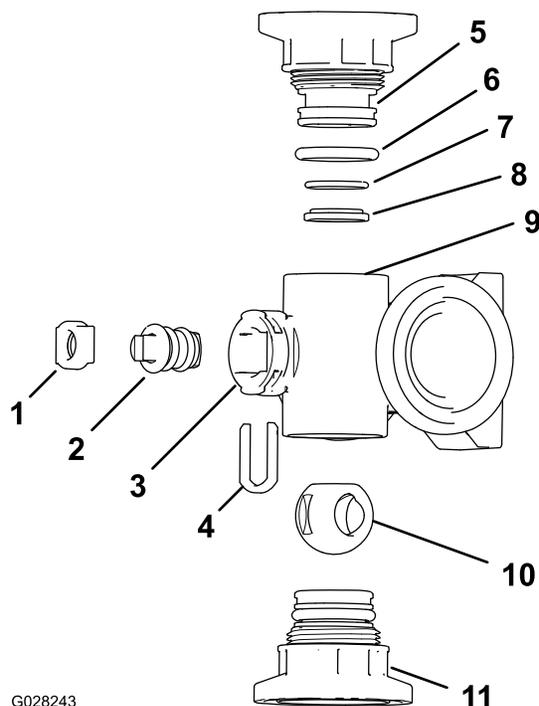
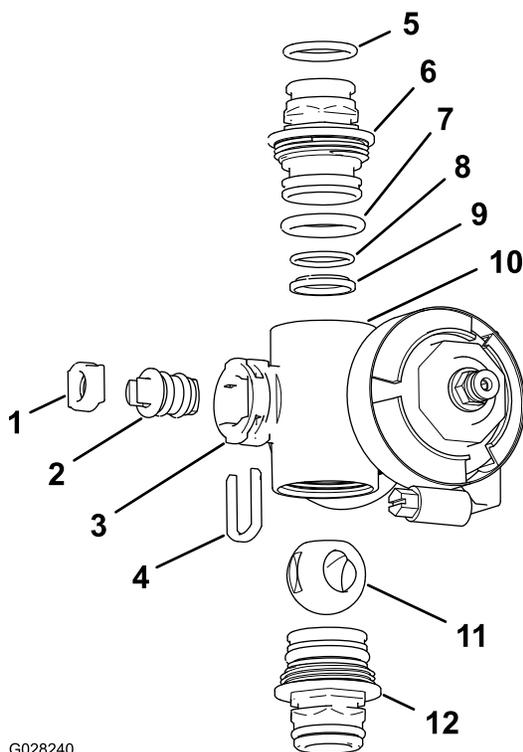

Рисунок 72
Рисунок 73
2. Снимите два штуцера торцевой крышки в сборе с каждого конца корпуса коллектора (Рисунок 72 и Рисунок 73).
4. Извлеките держатель штока из пазов в отверстии штока в коллекторе (Рисунок 72 и Рисунок 73).
5. Снимите держатель штока и седло штока клапана с коллектора (Рисунок 72 и Рисунок 73).
6. Просуньте руку внутрь корпуса коллектора и извлеките оттуда шток клапана в сборе (Рисунок 72 и Рисунок 73).
1. Проверьте состояние уплотнительных колец выпускных штуцеров (только коллектор клапана секции), уплотнительных колец торцевых крышек, задних уплотнительных колец седла, седла шарового клапана на повреждения или износ (Рисунок 72 и Рисунок 73).
2. Нанесите консистентную смазку на шток клапана и вставьте его в седло штока клапана (Рисунок 72 и Рисунок 73).
3. Вставьте шток и седло клапана в коллектор и закрепите шток и седло держателем штока (Рисунок 72 и Рисунок 73).
4. Убедитесь, что заднее уплотнительное кольцо седла и седло шарового клапана выровнены и правильно установлены в штуцере торцевой крышки (Рисунок 73 и Рисунок 72).
5. Установите штуцер торцевой крышки в сборе на корпус коллектора так, чтобы фланец штуцера торцевой крышки касался корпуса коллектора (Рисунок 72 и Рисунок 73), затем доверните штуцер торцевой крышки еще на 1/8–1/4 оборота; затяните штуцер с моментом от 225 до 282 Н·см.